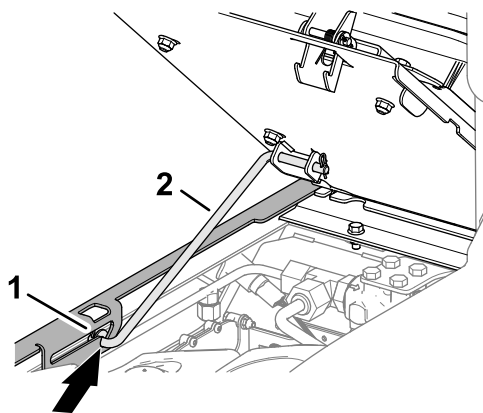

Рисунок 97
3. Проследите, чтобы передняя опорная стойка была установлена в углубление паз в опоре сиденья (Рисунок 97).